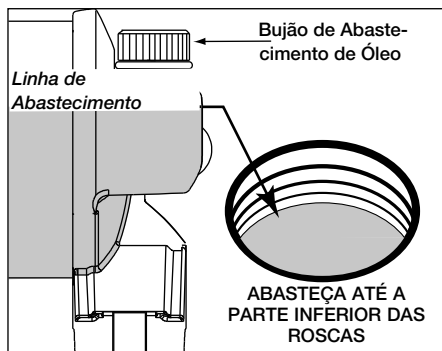

Figura 16, Nível de Óleo do Reservatório
3. Verifique o nível de óleo. Ver Figura 16. Caso o óleo estiver baixo, acrescente mais, até que o nível chegue à rosca inferior da abertura do bujão de abastecimento de óleo.